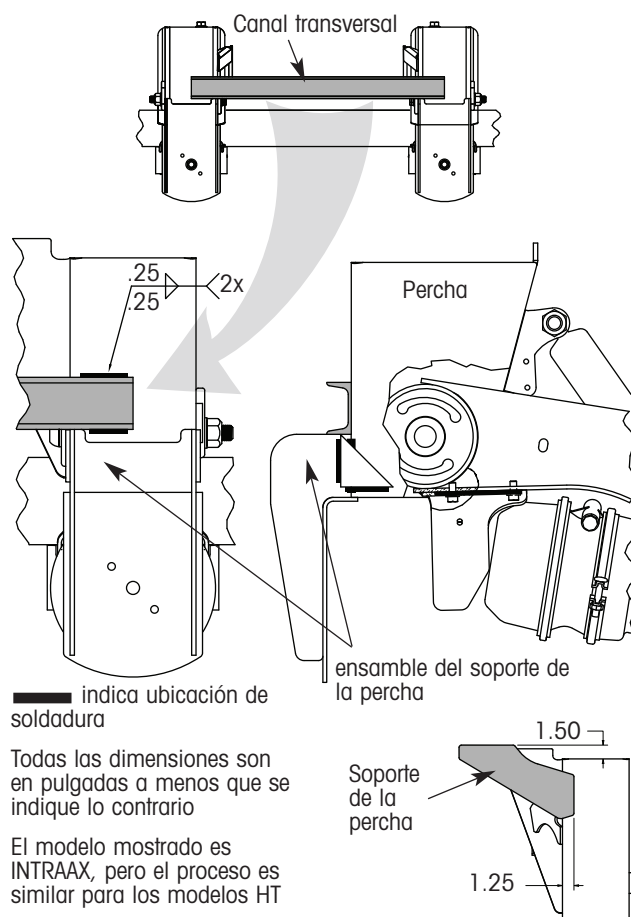

Figura 6. Detalles de instalación del canal transversal
1. Descance el canal transversal en la parte superior del ensamble del soporte de la percha como se muestra en la figura 6.
2. Suelde el canal transversal a la superficie frontal de la percha con una soldadura de filete de ¼ pulgadas como se muestra en la figura 6.
4. Obtenga nuevos refuerzos laterales de la percha. Reoriente y suelde a la suspensión como se muestra en la figura 6.